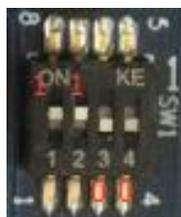

图 1-3
(1) 串口调试线，一端接在 PC，一端接在开发板上。
(2) 连接 Mini USB OTG 线，mini USB 接口接在开发板 J6，另一端普通 USB 接口接在 PC 上。
(3) 将核心板拨码开关设置成图 1-1 所示，底板拨码开关设置成图 1-3 所示。
(4) 将所有需要烧写的文件放入 `MfgTool\Profiles\Linux\OS Firmware\files` 文件夹目录下，默认镜像已经放入到该目录下,如下图所示。
- 2、请检查底板上的拨码开关是否如图 1-3 设置。